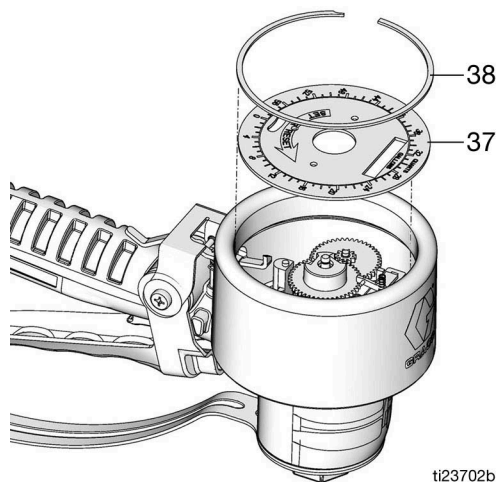

FIG. 33
3. Installare il pannello della piastra frontale (37) e la clip di fissaggio (38) (FIG. 33).